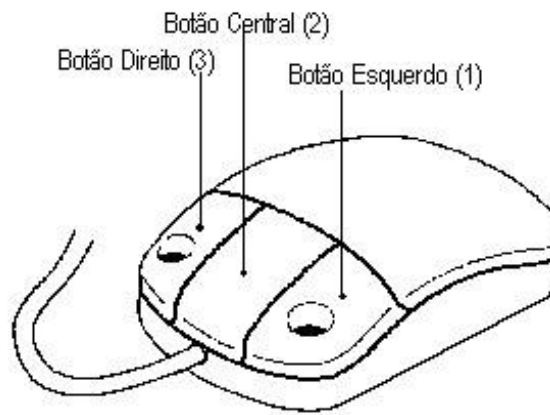

Figura 2.2-5 Mouse
(2) Mouse
O mouse é uma unidade pequena conectada ao console por um cabo longo. O mouse possui três botões. O botão mais para a esquerda (1) é utilizado para fazer seleções em menus. O botão da direita (3) é utilizado para fazer seleções especiais em menus. Você pode usar o botão central (2) para navegar nas imagens na janela de Apresentação. Consulte a figura 2.2-5.